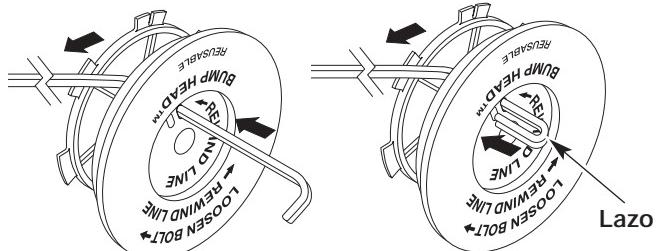

Fig. 17
- Tome aproximadamente 3 m (10 pies) de nueva línea de corte. Inserte un extremo de la línea a través de uno de los orificios del carrete interior (Fig. 17). Pase la línea a través del carrete interior hasta que queden sólo 4 pulgadas fuera.
9. Inserte el extremo de la línea en el orificio abierto del carrete interior y tire de la línea en forma ajustada a fin de que el lazo sea lo más pequeño posible (Fig. 17).